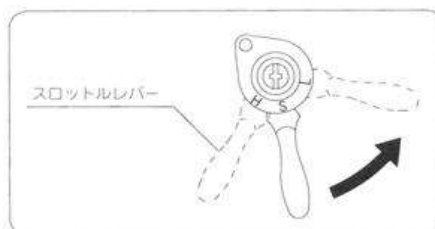

図13
- ② スロットルレバーを [L]（低速）位置にします。(図13)